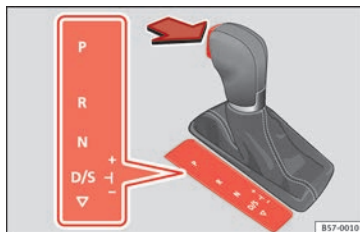

Fig. 180 Blocco della leva selettoria.
- Premere il pedale del freno e allo stesso tempo mantenere premuto il tasto di blocco nel senso indicato dalla freccia» **fig. 180.**